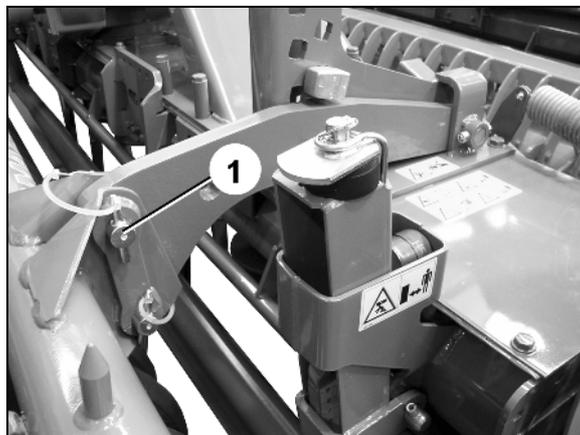

Fig. 30
- Retirar as cavilhas superiores (Fig. 30/1) assim que a combinação esteja equipada com um semeador de linhas para cereais sobre rototerras e o semeador de linhas para cereais sobre rototerras esteja fixo na máquina de preparação do solo e no rolo.